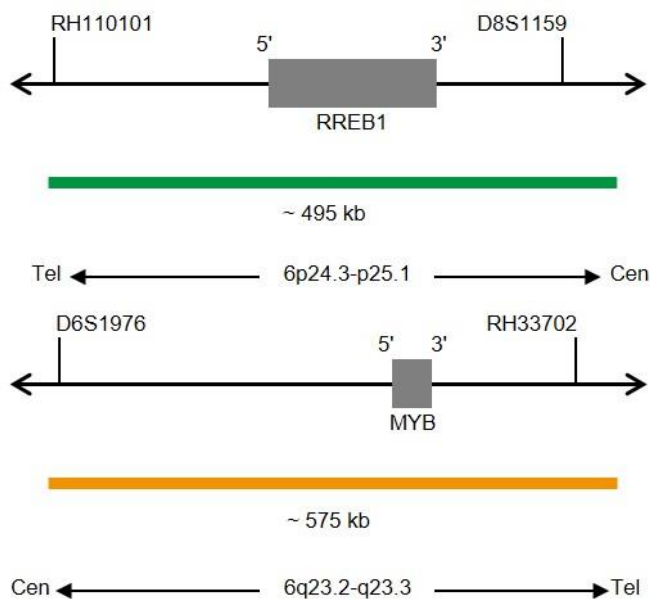

Abb. 1: Oben: SPEC RREB1 Sondenlokalisation; Unten: SPEC MYB Sondenlokalisation (nicht maßstabsgetreu)
- ZyGreen (Anregung 503 nm/Emission 528 nm) markierten Polynukleotiden (~10 ng/ μ l), die gegen Sequenzen in 6p24.3-p25.1* (chr6:6,913,938-7,406,653) gerichtet sind, welche die RREB1-Genregion enthalten (siehe Abb. 1).
- ZyOrange (Anregung 547 nm/Emission 572 nm) markierten Polynukleotiden (~4,5 ng/ μ l), die gegen Sequenzen in 6q23.2-q23.3* (chr6:135,141,227-135,715,246) gerichtet sind, welche die MYB-Genregion enthalten (siehe Abb. 1).